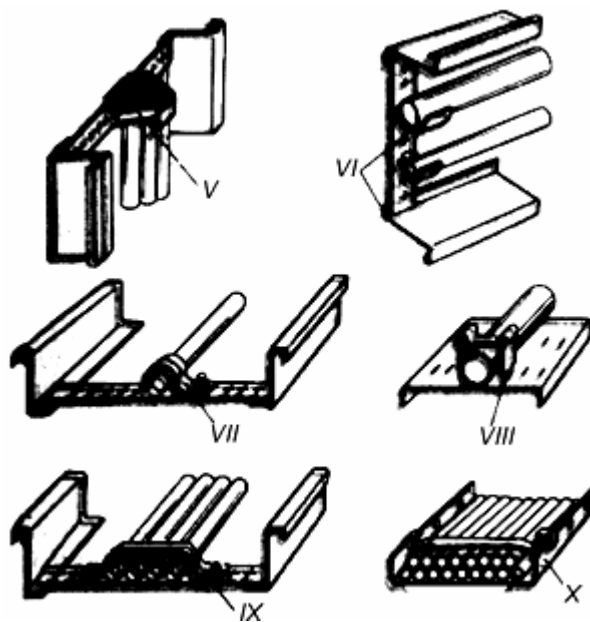

Рис.16
- гибкую пластмассовую ленту с кнопкой (I);
- металлическую полосу с пряжкой (II);
- полосы с пряжкой (IV);
- гибкую пластмассовую зубчатую полосу-пряжку (V) или скобу (VI) при вертикальной прокладке лотков, скобу с одной лапкой (VII) (рис.16);
- скобу с двумя лапками (IX);
- полосу (X).